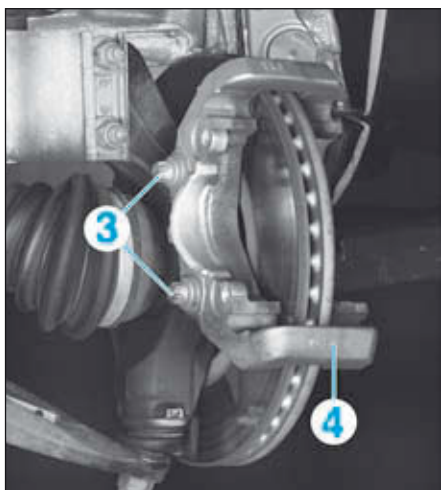

FIG.8
- Déposer les vis (3) et le support d'étrier (4) (Fig.8).